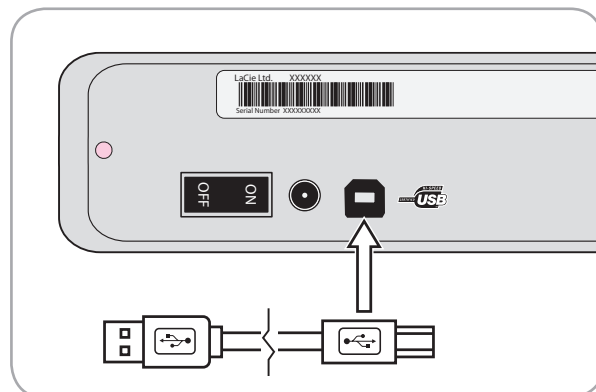

Fig. 01
2. Connectez le câble Hi-Speed USB 2.0 au port USB 2.0, à l'arrière du disque (Fig. 01).